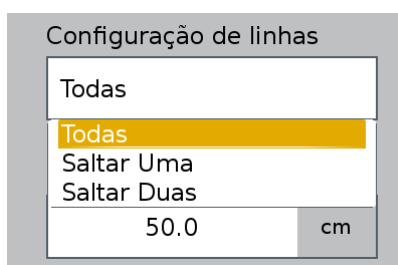

Figura 8 - Seleção de linhas
- B) Número de furos do disco do dosador de sementes. Se o usuário for plantar um outro tipo de cultura de semente que seja necessário a troca do disco, o mesmo pode criar um novo perfil e ajustar o número de furos do novo disco. Veja item 2.11.
- D) Configuração das linhas ativas no plantio (disponível no sistema standard), Figura 8. Ao ser selecionado, será possível ativar todas, saltar uma ou saltar duas linhas. Sempre em relação à primeira linha.